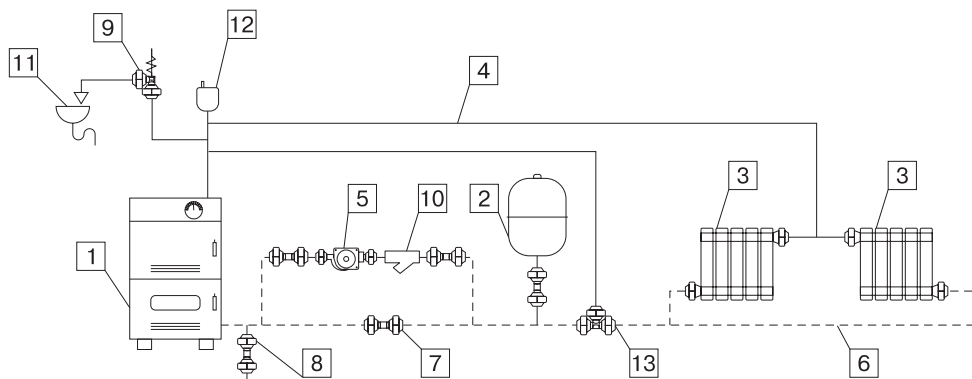
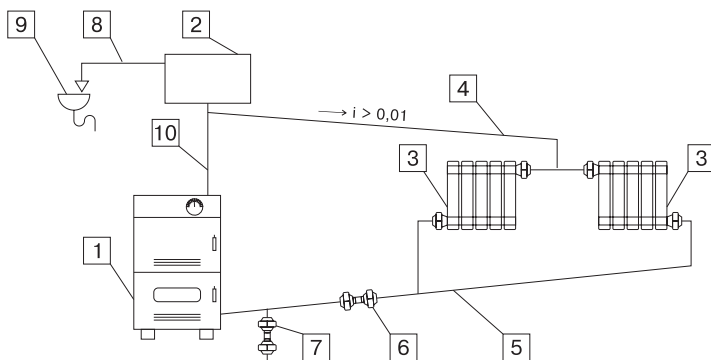

Рис. 9 Схема закрытой системы отопления
Рис. 10 Схема открытой системы отопления
- Разгонный участок (**Рис. 10, поз. 10**) должен быть вертикальным и высотой не менее 2 метров;
Типовые схемы монтажа с закрытой и открытой системами отопления представлены на **Рис. 9**, **Рис. 10**.